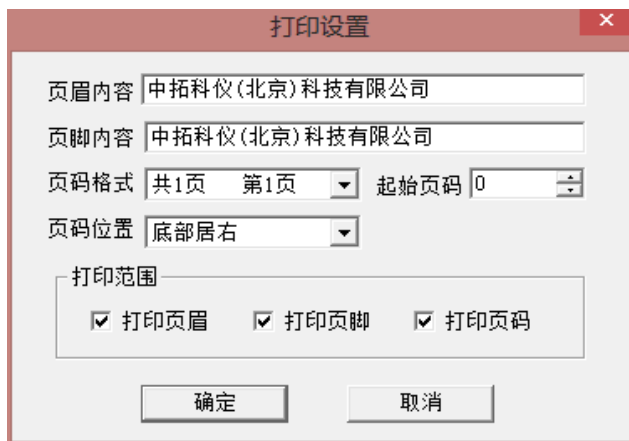

图 6-10
10、打印设置: 进行有关打印机的设置, 如图 6-10 所示, 其中各项参数均有自动记忆功能, 即初始化为上次打印设置相应的设置值。